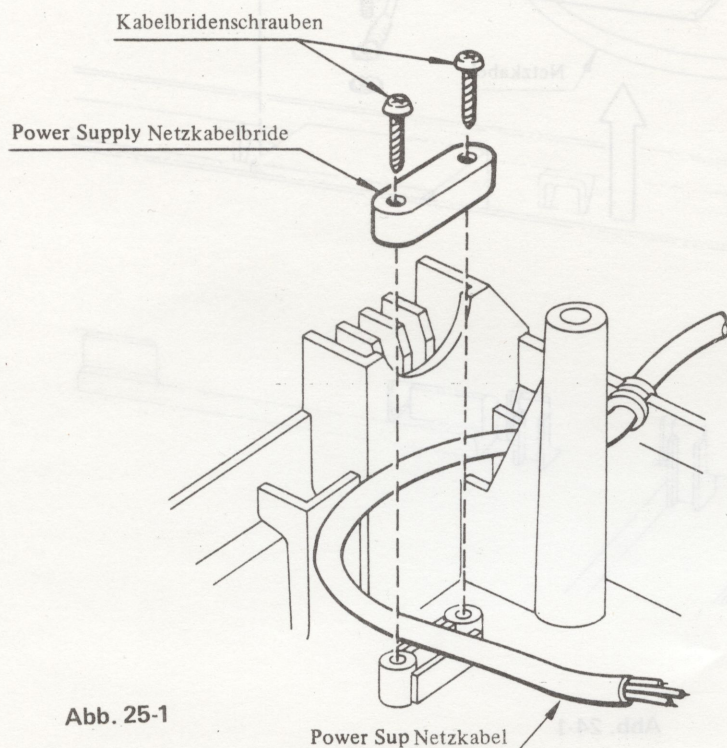

Abb. 25-1
- (1) Das Chassis ausbauen, wie es in Abschnitt 4.3 unter "Chassis" beschrieben ist.
- (2) Die Filter-Leiterplatte ausbauen, wie es in Abschnitt 4.24 unter "Filter-Leiterplatte" beschrieben ist.
- (3) Das Netzkabel ausbauen.
- Dazu die Netzkabel-Klemmschrauben lösen und das Netzkabel abtrennen (siehe Abb. 25.1).